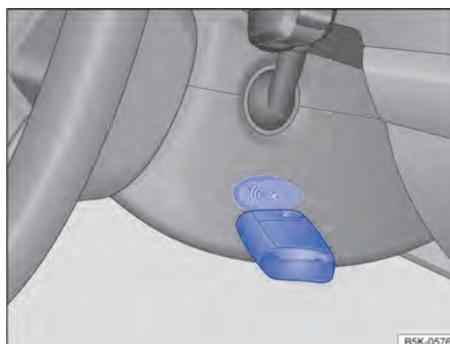

Fig. 103 À direita na coluna de direção: função de partida de emergência em veículos com sistema de travamento e de partida Keyless Access sem chave.
- Logo após pressionar o botão de partida, manter a chave do veículo à direita, no revestimento da coluna de direção → Fig. 103.